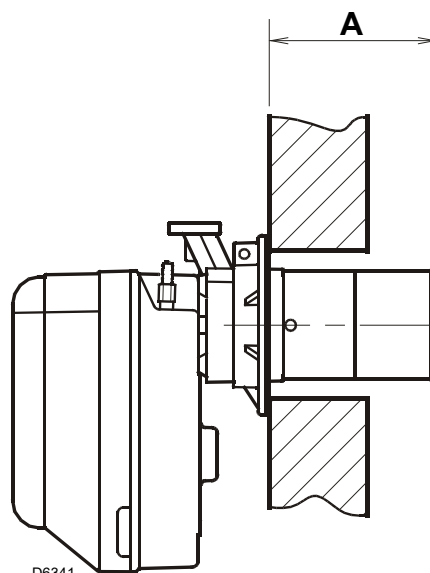

Fig. 9
El quemador puede fijarse con la cota (A) variable, como se muestra en la Fig. 9.